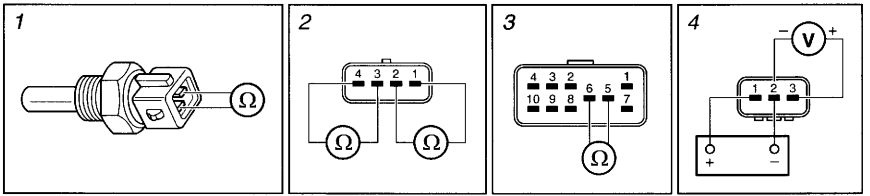

Рис.9. Проверка датчиков
- смоделировать изменение температуры датчика (например, нагревая его в горячей воде) и проверить изменение сопротивления в (см. рис.9/1 и таблицу 7).
- отключить 4-пиновый разъем от распределителя зажигания и проверить сопротивление СКР-датчика (контакты «1-2»), его величина должна быть около 257 Ом (см. рис. 9/2);
- отключить 4-пиновый разъем от распределителя зажигания и проверить сопротивление СКР-датчика (контакты «3-4»), его величина должна быть около 156 Ом (см. рис. 9/2);
в районе кулисы АТ, см. рис. 9/3);
- снять VSS-датчик с трансмиссии и собрать диагностическую схему см. рис. 9/4);